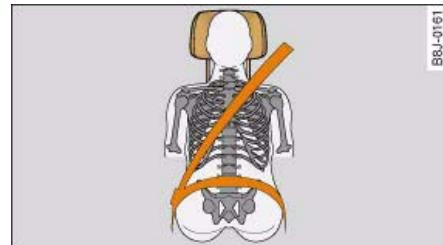
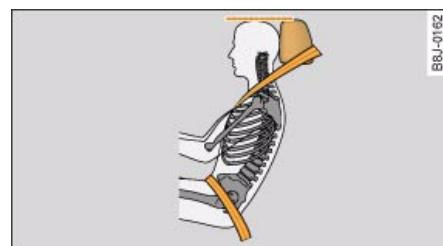

Fig. 166 Apoyacabezas bien ajustado visto desde delante
Fig. 167 Apoyacabezas bien ajustado visto de lado
- Regule el apoyacabezas de tal manera que el borde superior del mismo quede, en la medida de lo posible, a la misma altura que la parte superior de la cabeza del ocupante en cuestión ⇒ página 163, fig. 166 y ⇒ fig. 167.